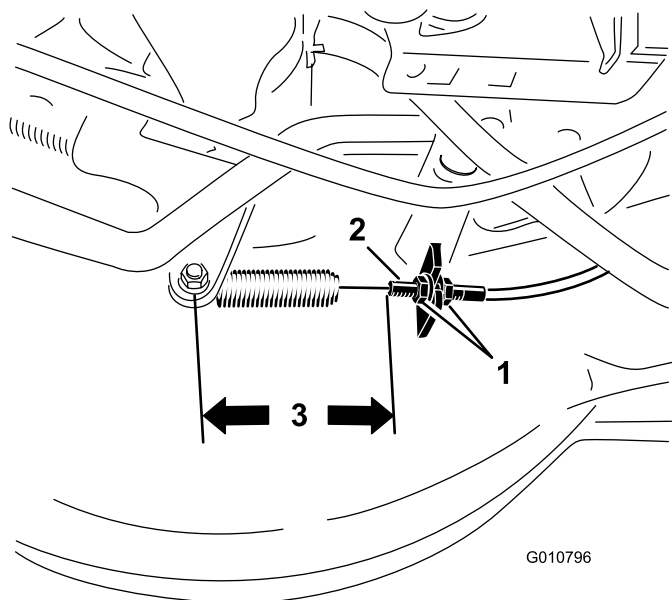

Figura 28
3. Afloje las tuercas del cable del freno de la cuchilla hasta que se deslice el conducto del cable (Figura 28).
Nota: La distancia entre el extremo del conducto del cable de freno y el perno de anclaje del muelle debe ser de 11,4 cm. Consulte Figura 28.